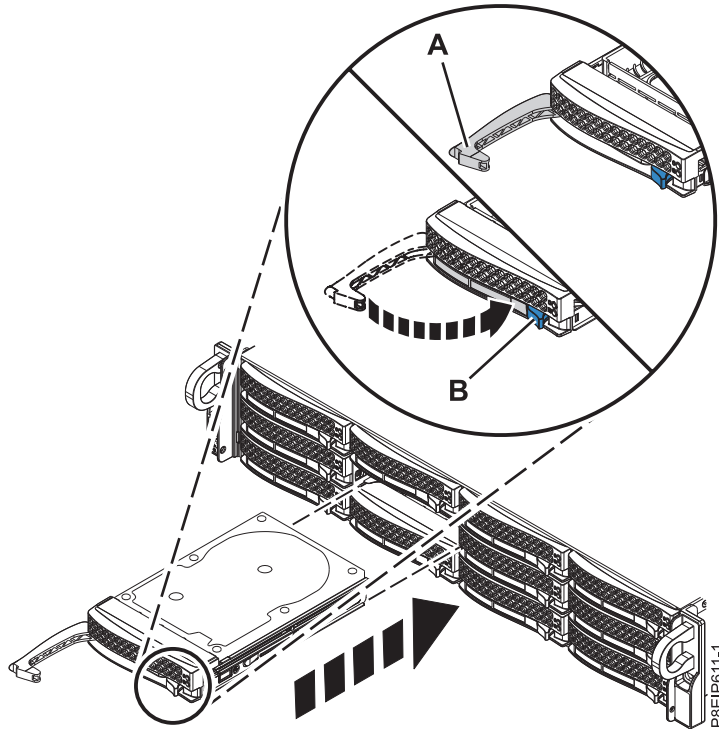

Figura 8. Detalle de bloqueo de la unidad de disco
4. Bloquee el asa de la bahía de unidad (A) presionando el pestillo de liberación del asa hasta que encaje en (B) como se muestra en la Figura 8 en la página 10.